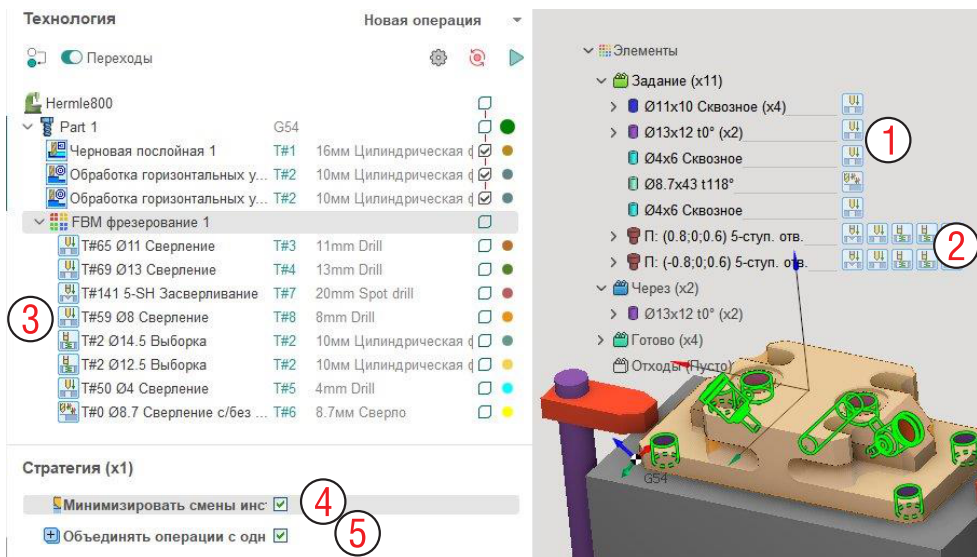

Рис. 8-23. Меню элементов с назначенной технологией обработки.
Щелкните курсором в стороне от элемента, задание теперь примет такой вид (рис. 8-23): 5 элементов – по одной операции (1), 2 элемента – по 5 операций (2).